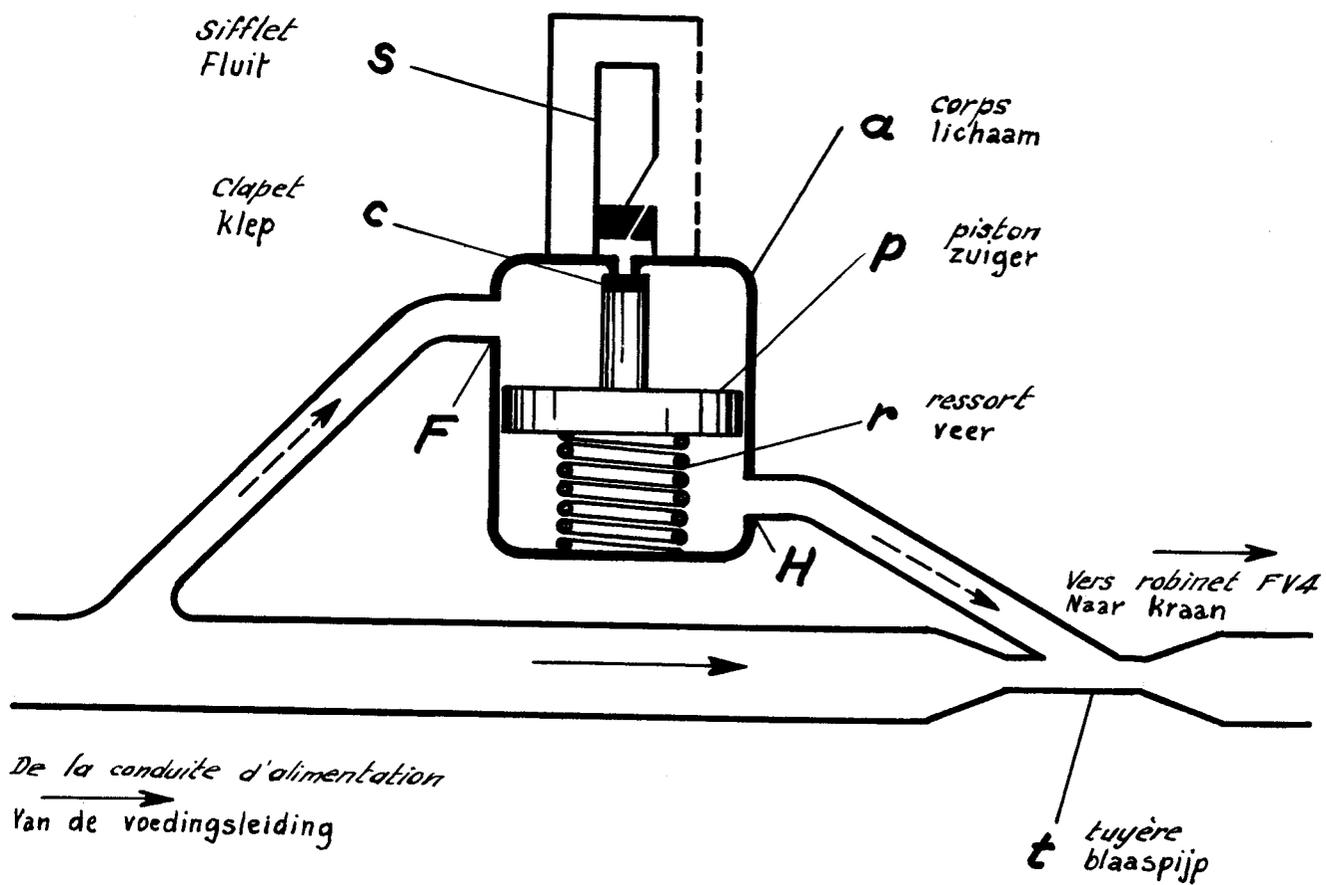

Fig. 23
- b) Principe de fonctionnement : L'appareil est branché en dérivation sur la conduite d'alimentation du robinet FV 4. Il comprend : (fig.23, p.126)
- Un corps (a) muni de deux orifices de raccordement dont l'un (F) est dirigé vers la conduite d'alimentation et l'autre (H) vers le robinet du mécanicien FV 4.
- Un piston (p) portant le clapet (c). Le piston séparé le corps (a) en deux chambres dont l'une communique avec l'orifice (F) et l'autre avec l'orifice (H).
- La tuyauterie partant de l'orifice (H) aboutit, sur la conduite d'alimentation, à une tuyère (t).